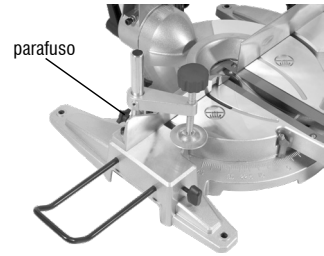

Fig. 3 – Instalando a haste de fixação da peça
- a. Solte o parafuso (fig. 3);